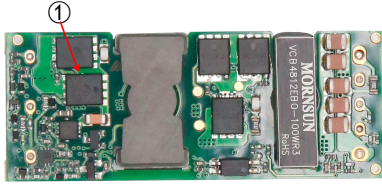

图 5
热元件安装在产品的顶面上，通过传导、对流和辐射的方式将热量散发到周围环境中，应提供足够的散热条件以确保产品可靠运行。通过测量图 5 中热测试点①的温度可以验证散热条件是否满足。